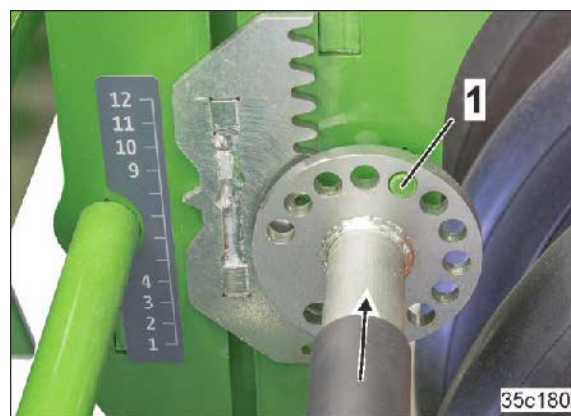

Fig. 127
4. Etter innstillingen må låsetennene gå fullstendig i inngrep (Fig. 127/1).